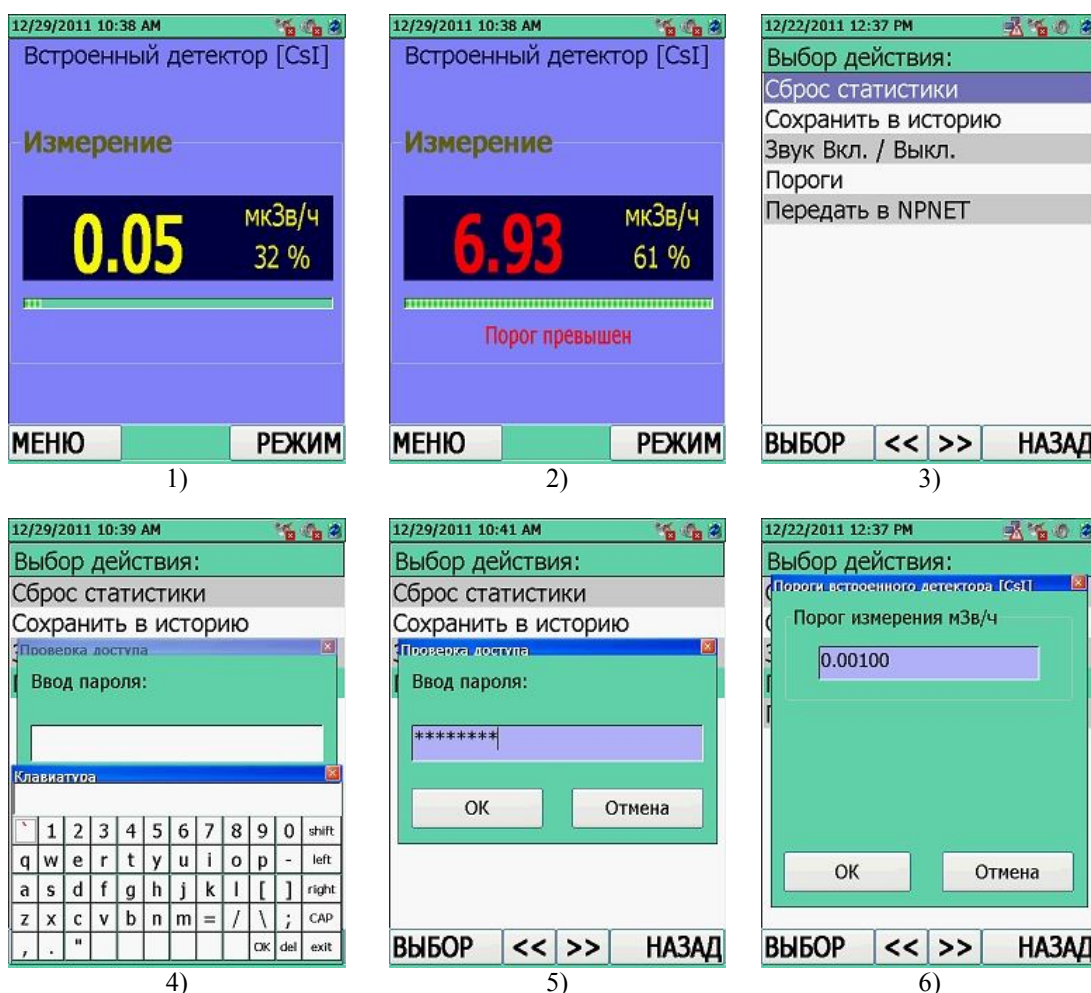

Рисунок 11.6
В режиме измерения МЭД фотонного излучения "Режим измерения" на ЖКИ прибора индицируются непрерывно измеряемые значения МЭД фотонного излучения в "мкЗв/ч", "мЗв/ч", "Зв/ч" или "мкР/ч", "мР/ч", "Р/ч", рисунок 11.6 (1).
красными цифрами. При этом в энергонезависимую память прибора записывается событие о превышении порога по МЭД, рисунок 11.6 (2).
Просмотр или изменение текущего фиксированного значения порогового уровня по МЭД осуществляется через вызов кнопки **МЕНЮ данного режима** на вкладке **"Пороги"**, рисунок 11.6 (3), (11.1.4.1).
Находясь в меню режима измерения МЭД, рисунок 11.6 (3) пользователь имеет следующие возможности: